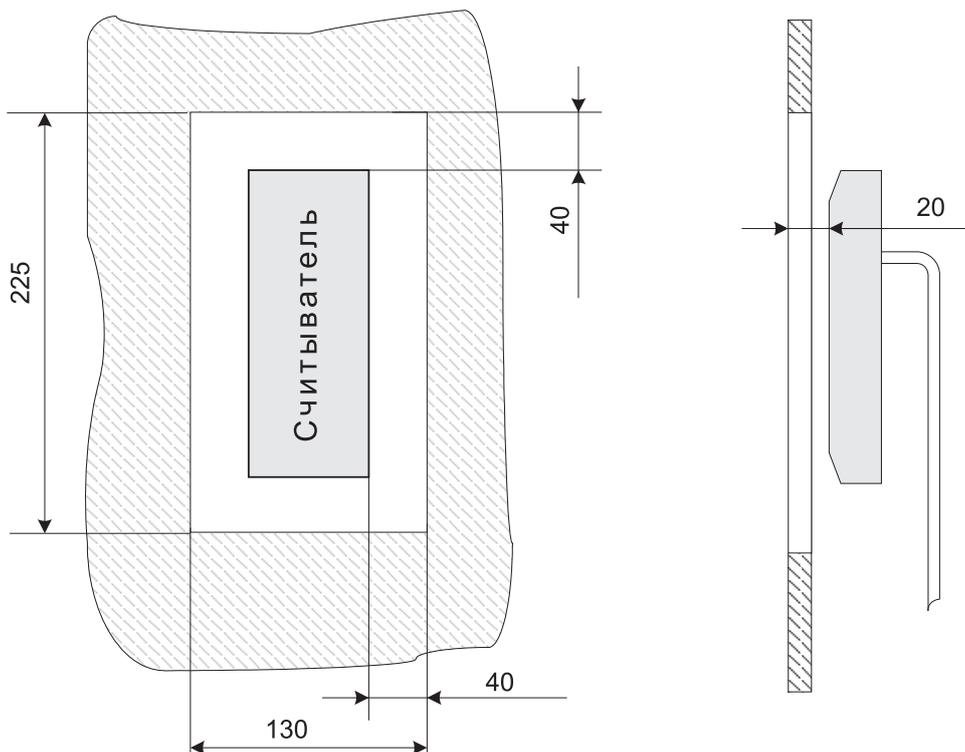

Рисунок 2. Установка считывателя за металлической поверхностью
- При установке считывателя за металлической поверхностью, в ней необходимо вырезать окно, напротив которого, равноудалено от краев окна, и устанавливается считыватель (см. рисунок 2), при этом размеры окна должны быть не менее 225×130 мм. Само окно может быть закрыто неметаллической вставкой (например, из пластмассы), а считыватель может быть утоплен вглубь окна на расстояние не более 20 мм от внешней стороны металлической поверхности – дальность считывания кода при таком способе монтажа считывателя уменьшается на 30 – 50%.